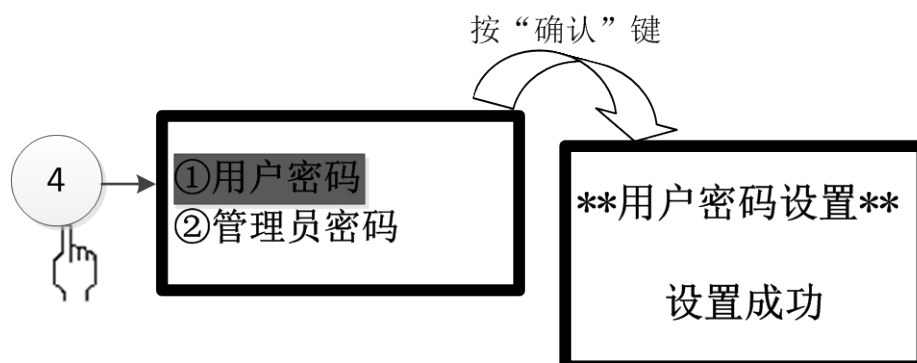

图 3-22
按下数字 4 键或光标移至④后按确认键，可进入密码设置界面(如图 3-22 所示)。只有拥有管理员权限后，才可进行下一步的操作。管理员密码可以替代并修改用户密码。